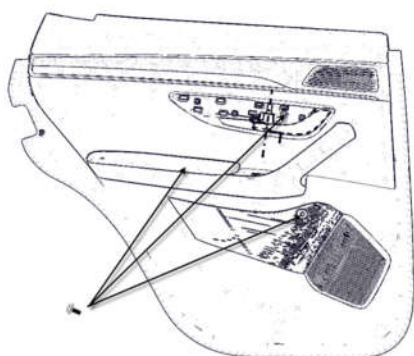

图9-1-4 左后门螺钉拆卸示意图
(4) 如图9-1-4，用10号套筒将圆圈处的螺栓拆下（3个）。